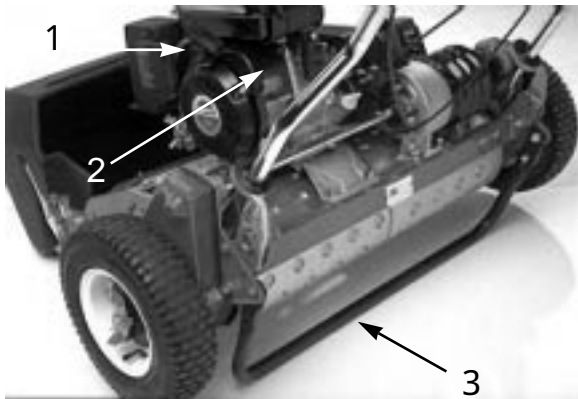

図24
ON / OFF スイッチ (図24)
スタータ (図24)
キック・スタンド (図24)
3. ON / OFF スイッチ (図24) を ON とする。